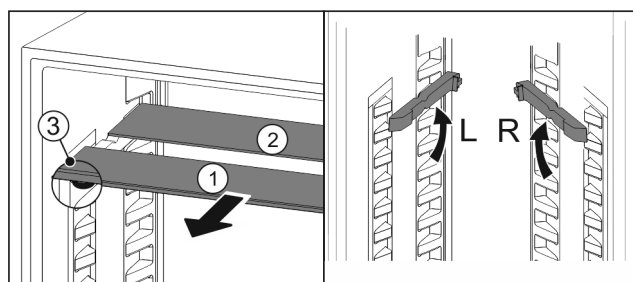

Fig. 86
- ▶ Glasplaten afzonderlijk vanaf de voorkant eruit trekken Fig. 86 (1).
- ▷ Glasplaat Fig. 86 (1) met sierlijst ligt voor.
- ▷ Stops Fig. 86 (3) zijn naar onder gericht.